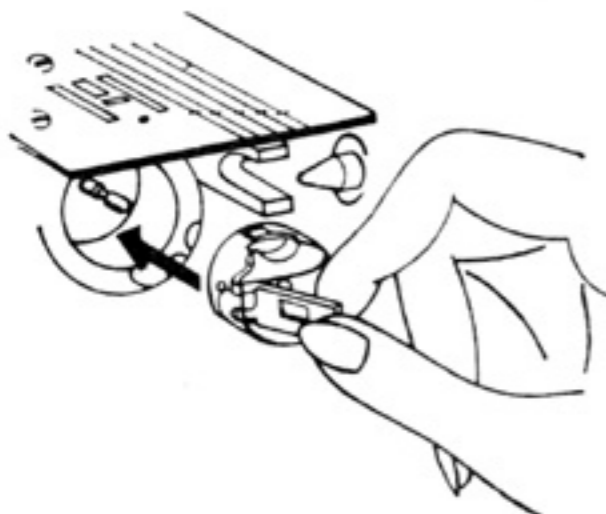

Рис. 14
13. Установка шпульного колпачка (рис. 14)